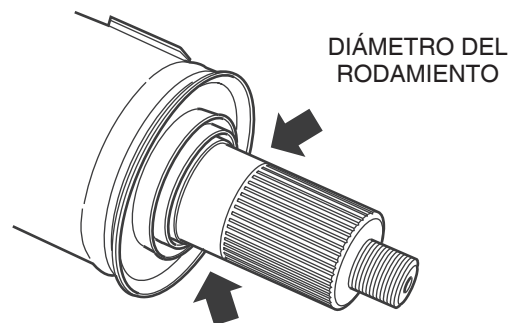

Figura 9.12
- Si el eje de acoplamiento ha sido dañado por un rodamiento trabado: Reemplace el eje de acoplamiento completo. Figura 9.12.